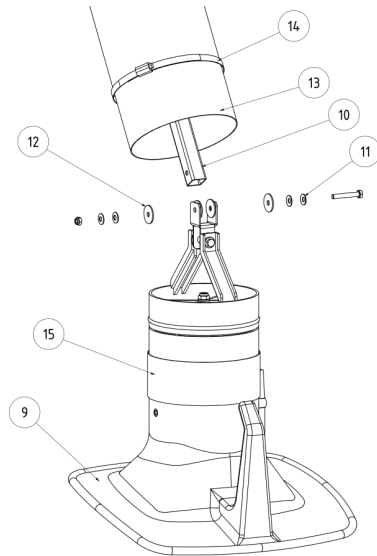

Bild 5-11
- Montieren Sie die Absaughaube (9) an das freie Ende des Absaugarmes (10). Positionieren Sie hierbei die Tellerfedern (11) und Bremscheiben (12) wie aus Bild 5-11 ersichtlich.
- Ziehen Sie das Schlauchende (13) über den Stützen und befestigen Sie die Schlauchschelle (14).
- Decken Sie die Schlauchschelle, Schlauchende und den Spalt zwischen Stützen und drehbarer Absaughaube mit dem breiten Gummiring (15) ab.